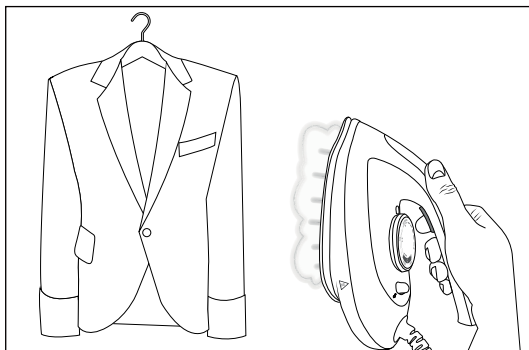

Fig. 10
- 5) Mantenga la plancha en posición vertical y pulse el botón del vapor 2 (consulte la fig. 10).